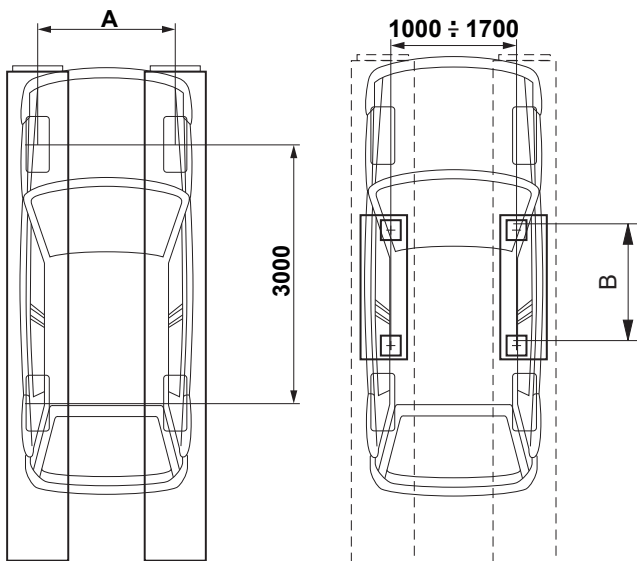

Fig.3
- carreggiata min.: **A** (vedi Fig.3)
- min. track: **A** (see Fig.3)
- Mindestspurweite **A** (siehe Fig.3)
- voie: **A** (voir Fig.3)
- carril mín. **A** (ver Fig.3)